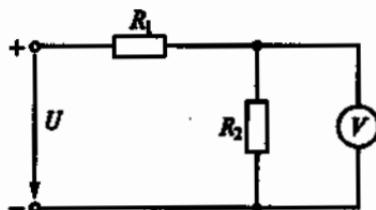

Рис. 162
5.6.Р. В электрической цепи, показанной на рис. 162, $U = 100 \text{ В}$, $R_1 = 10000 \Omega$, $R_2 = 30000 \Omega$. Для измерения напряжения был использован вольтметр со шкалой на 100 В , сопротивление которого 30000Ω , а класс точности $0,5$. Какова абсолютная погрешность измерения напряжения?